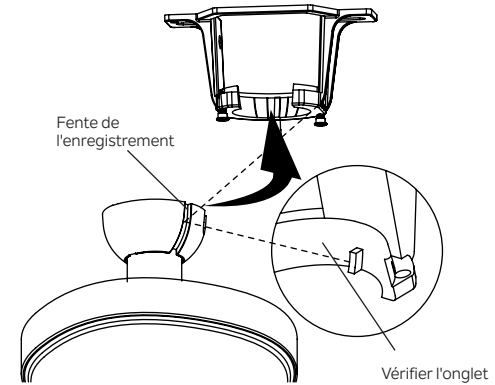

Fig. 10
**Étape 6.** Soulevez maintenant l'assemblage du moteur et placez la boule de suspension dans le support de montage. Tournez jusqu'à ce que la languette de contrôle soit tombée dans la fente d'enregistrement et soit fermement en place. (Fig.10) L'ensemble du corps du moteur ne doit pas tourner si cela est fait correctement.